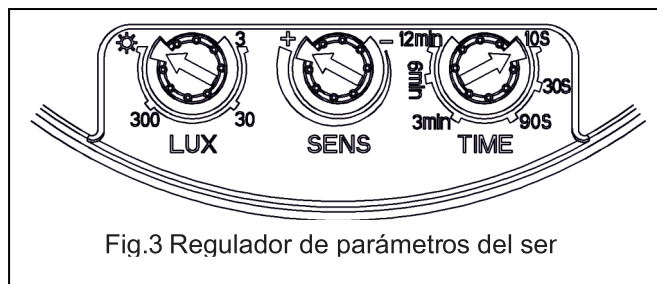

Fig.3 Regulador de parámetros del ser
- Girar la tapa protectora en el sentido contrario al de las agujas del reloj, y quedarán a la vista los tres sensores de ajuste (fig.3) y los orificios para fijar el sensor al techo (fig.1).